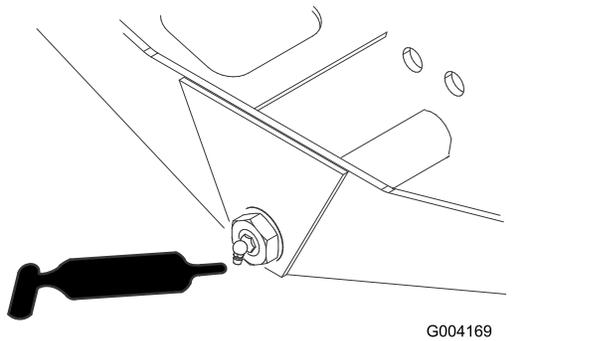

Figura 109
- Perno sterzante del ponte (1) (Figura 109)